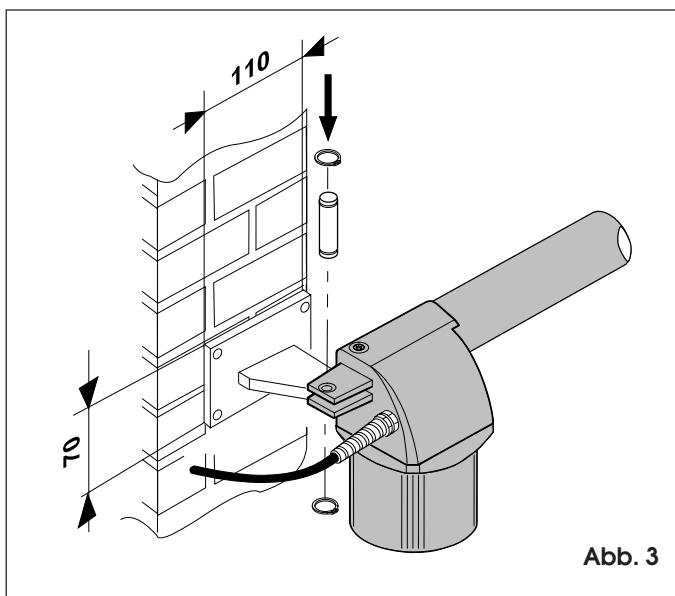

Abb. 3
Bei Eisenpfeilern den Anschluß direkt an den Pfeilerschweiß. Bei gemauerten Pfeilern eine entsprechende Anschlußplatte (Abb. 3) einlassen und diese mit dem Anschluß verschweißen.
- 2) Antrieb anhand der mitgelieferten Schraubverbindungen (Abb. 3) am hinteren Anschluß befestigen.
Achtung: der Montagesatz enthält den rechten und linken Antrieb. Die korrekte Einbauposition des Antriebs gemäß Abb. 3 befolgen. Mit rechtem Antrieb ist bei Ansicht von innen der am rechten Flügel, mit linkem Antrieb bei gleicher Ansicht der am linken Flügel montierte Antrieb gemeint.